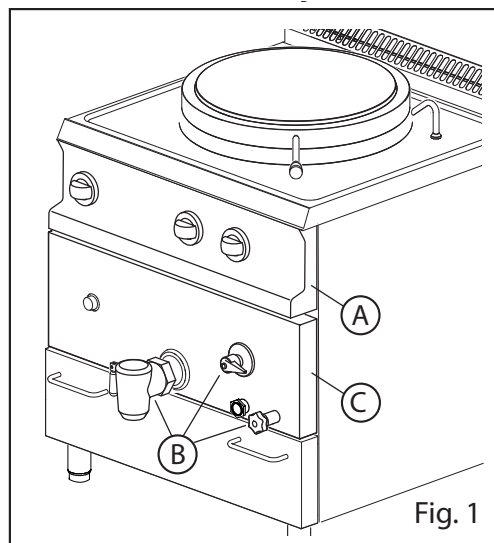

Fig. 1
- Rimuovere i rubinetti di scarico pentola, carico intercapedine e livello intercapedine (Fig. 1/B)
- Rimuovere il pannello centrale (Fig. 1/C)
1. Il cruscotto, le manopole (Fig. 1/A) e il pannello (Fig. 1/B)